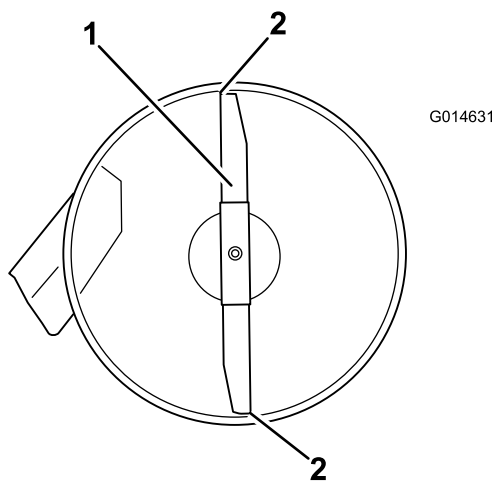
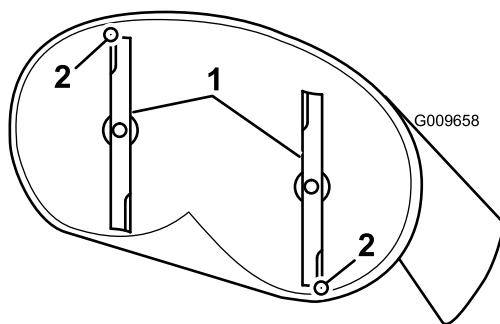

Figura 60
Figura 61
- Rode cuidadosamente as lâminas para que estejam da frente para trás (Figura 60 e Figura 61).
5. Meça da ponta da lâmina da frente até à superfície plana e da ponta da lâmina de trás até à superfície plana (Figura 60).
9. Após o ajuste, verifique inclinação entre a frente e a traseira, continue a ajustar a porca até que a ponta da lâmina frontal esteja 1,6 a 7,9 mm mais baixa que a ponta da lâmina traseira (Figura 60).